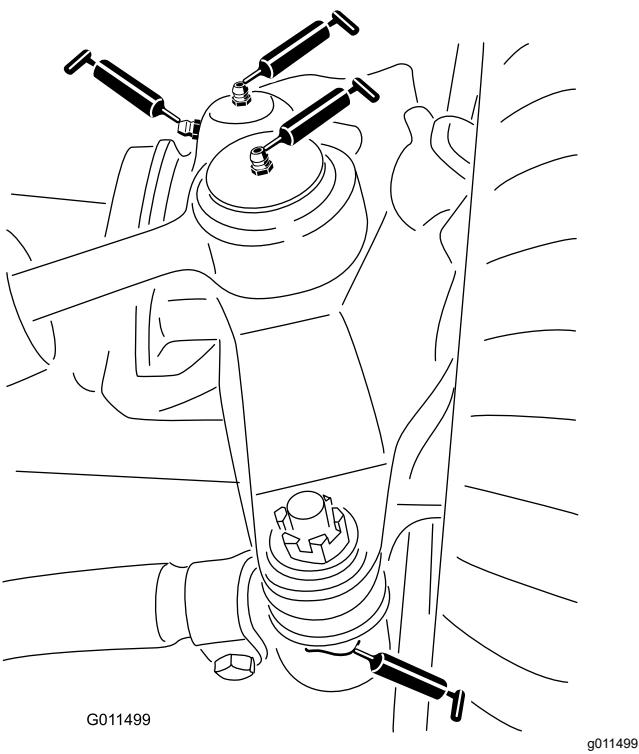

Рисунок 40
- Шаровые опоры гидроцилиндра рулевого управления (2 шт.) (Рисунок 40)
- Шаровые опоры поперечных тяг (2 шт.) (Рисунок 40)
- Втулки поворотных шкворней (2 шт.) (Рисунок 40).